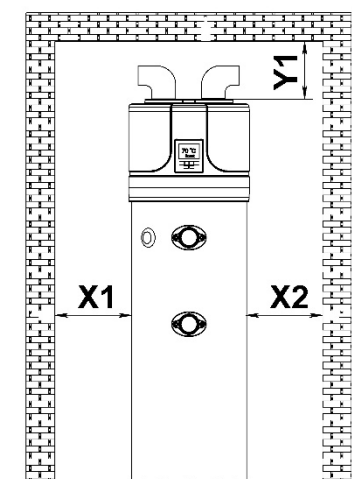

Fig. 4a – Espacio mínimo e instalación sin conductos de aire.
La instalación del aparato debe realizarse en un lugar adecuado que permita el uso y el ajuste normales, el mantenimiento preventivo y de urgencia del aparato. Por lo tanto, es importante proporcionar el espacio de trabajo requerido de acuerdo con las dimensiones mostradas en la FIG. 4a.
- Circulación de aire total en la habitación (Fig. 4a). Esto puede hacer que el aire se enfríe y seque. Si la habitación no está ventilada, la eficiencia del aparato disminuirá. La sala debe tener un área de al menos 20 m3.